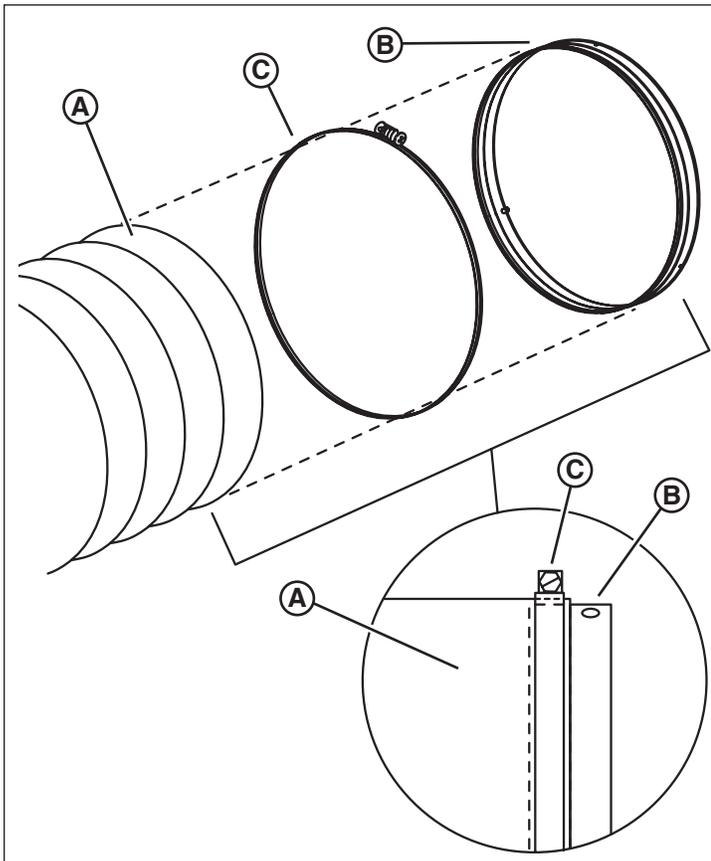

Figure 18
1. Installer la conduite flexible (A, Figure 18) par-dessus la bande de raccord (B). Le conduit flexible devrait couvrir seulement la moitié de la bande de raccords (encadré), laissant les ergots d'arrêts et les flèches sur la moitié restante. Fixer en utilisant un large serre-joint à sangle de type vissé (C).